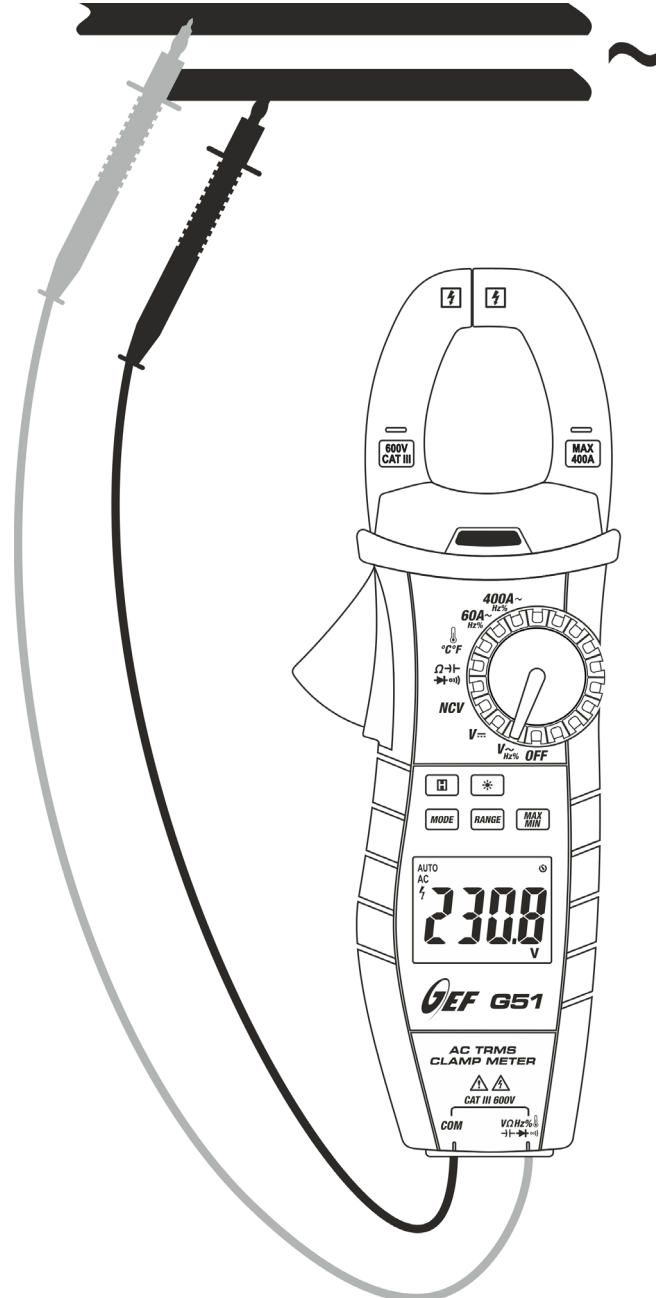

Fig. 5: Uso del instrumento en medida de Tensión CA
3. Posicione las puntas de prueba en los puntos deseados del circuito en examen (ver Fig. 5). El valor de la tensión se muestra en pantalla.